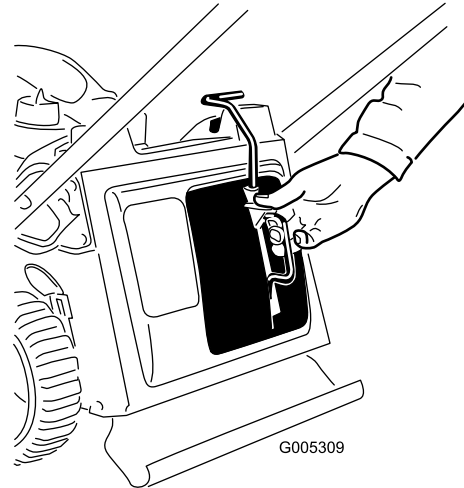

Рисунок 26
1. Снимите заглушку для мульчирования (Рисунок 26).